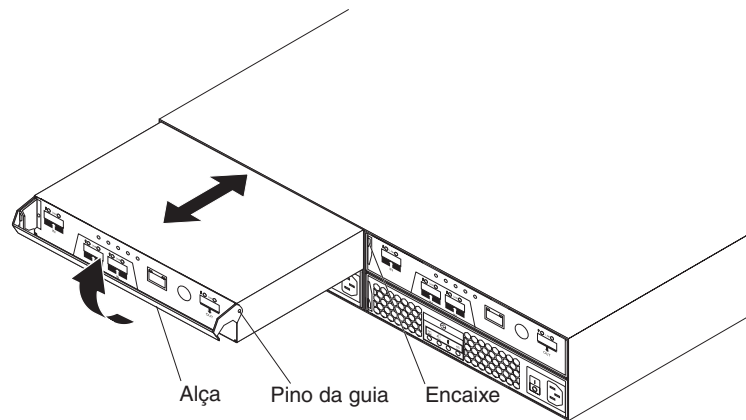

Figura 55. Removendo um controlador
- b. Puxe lentamente a alça para fora do chassi para remover o controlador do compartimento, conforme mostrado na Figura 55.